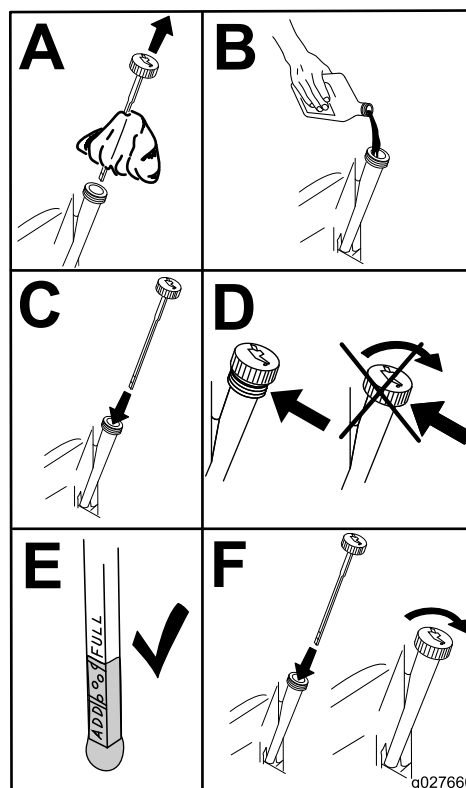

Figura 41
4. Cambie el aceite del motor, según se muestra en Figura 41.